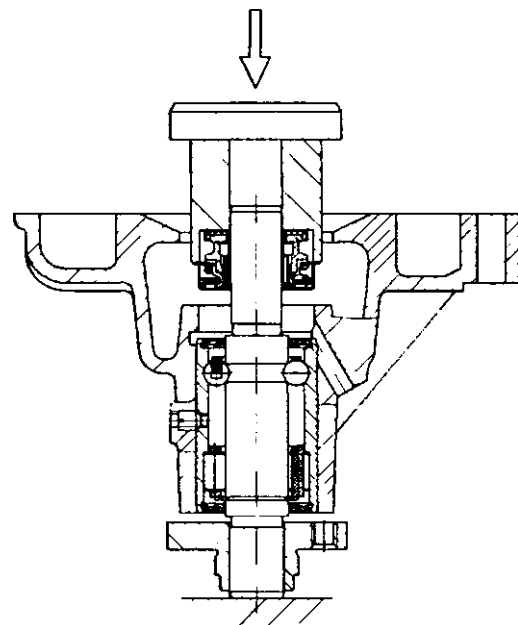

Рис. 4.55. Запрессовка уплотнения насоса системы охлаждения
- с помощью оправки запрессовать уплотнение на вал подшипника и в корпус насоса, не допуская перекоса (рис. 4.55). Для запрессовки уплотнения использовать оправку (рис. 4.56), с помощью которой обеспечивается необходимое сжатие пружины уплотнения;